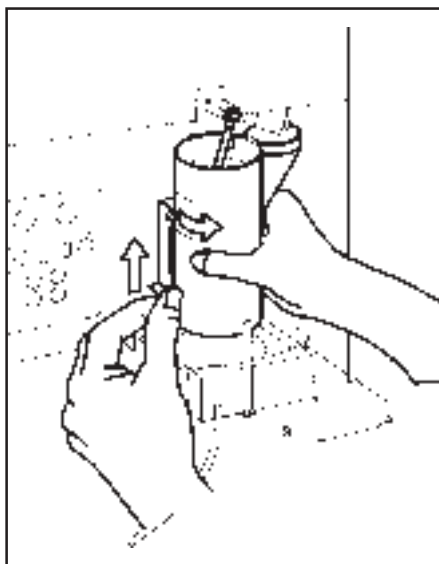

Fig. 12: Demontering av cylindern
3. Tryck upp den fjädrande fästplattan som sitter till vänster bakom cylindern (se fig. 12).